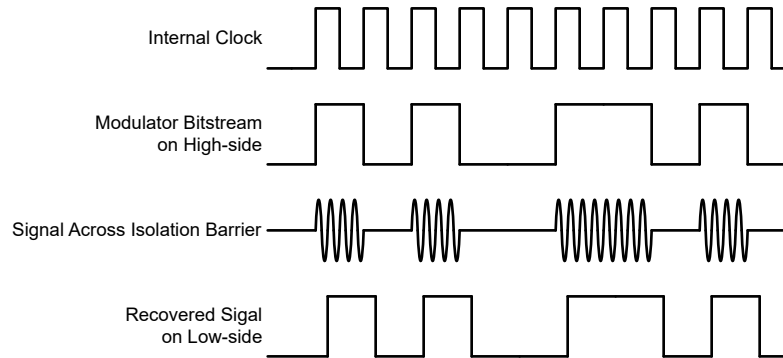

图 7-4. 基于 OOK 的调制方案
如图 7-4 中所示，AMC0x03M2510 使用开关键控 (OOK) 调制方案跨过基于 SiO_2 的隔离栅传输调制器输出位流。发送驱动器 (TX) 如 功能方框图 中所示。TX 跨过隔离栅发送一个内部生成的高频载波来表示数字一。而 TX 不发送信号则表示数字零。AMC0x03M2510 内使用的载波标称频率为 480MHz。